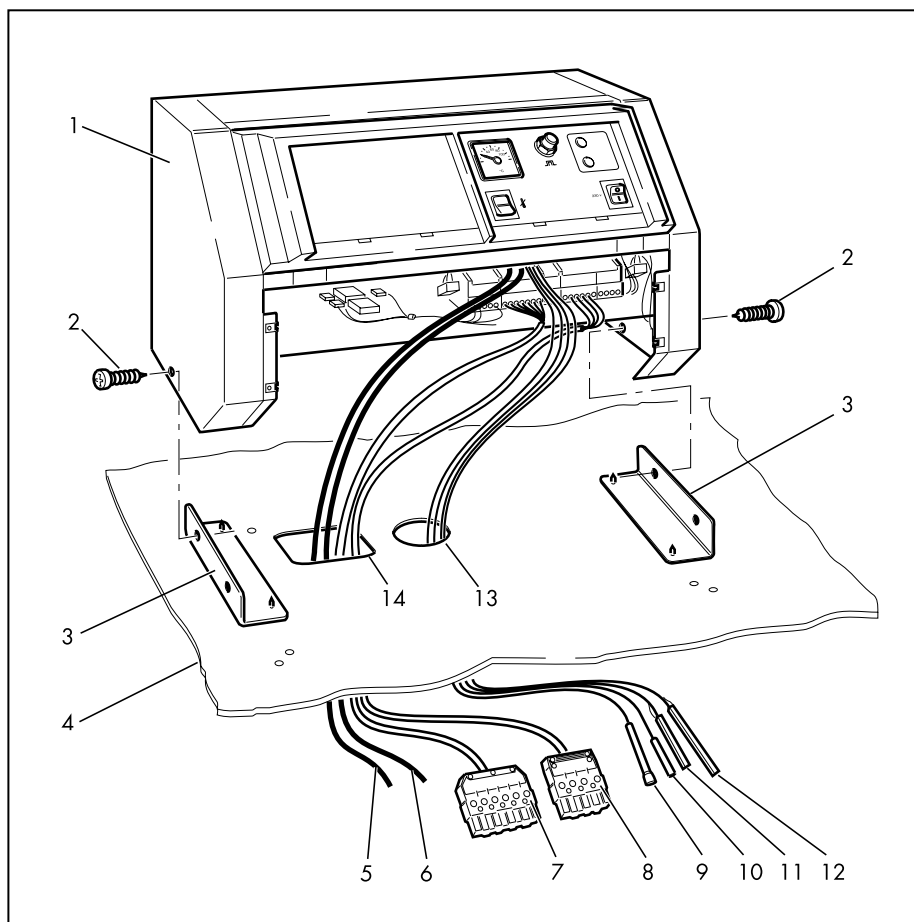

Рис. 2 Крепление пульта управления.
- круглый длинный электрический датчик температуры котла (поз. 10 Рис. 2)
- трехгранный короткий датчик внутреннего термостата (поз. 11 Рис. 2)
- трехгранный длинный датчик теплового предохранителя STB (поз. 12 Рис. 2).
Сетевой кабель (поз. 5) и присоединительный кабель отопительного насоса (поз. 6 Рис. 2) вывести сзади за облицовку котла. Присоединительные кабели 1-й степени (поз. 7) и 2-й степени (поз. 8 Рис. 2) под облицовкой котла вывести вперед.